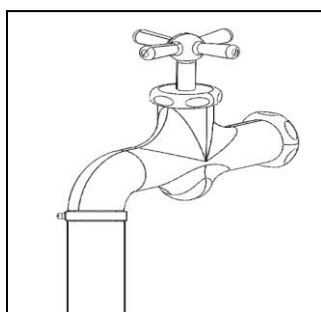

Fig. 2
3. Maak een slang klaar. Bevestig de slang aan een waterleiding (Fig. 2).